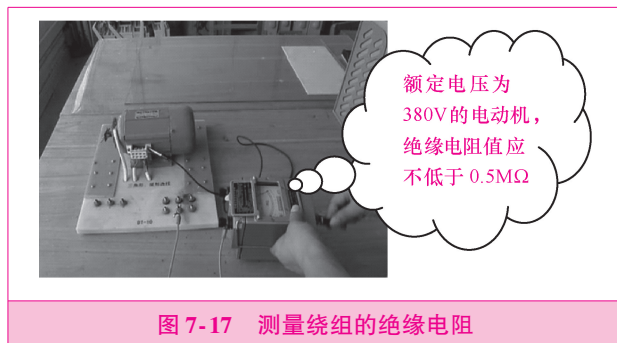

图 7-17 测量绕组的绝缘电阻
8) 定期测量绕组的绝缘电阻,如图 7-17 所示,同时检查机壳接地是否良好。